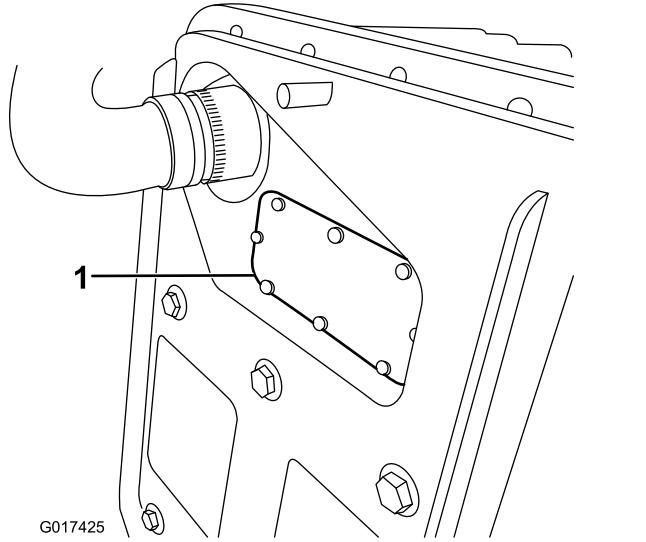

Figura 43
- B. Retire la cubierta de los fusibles (Figura 43).